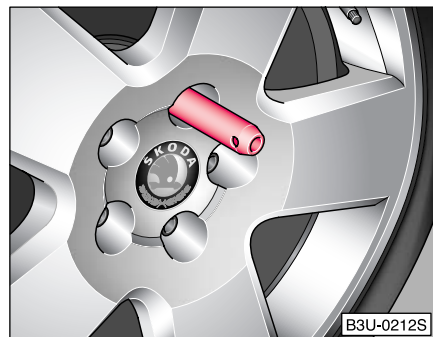

Fig. 178 Schimbarea roții: știftul de montaj
- Înșurubați știftul de montaj (trusa de scule) în gaura liberă ⇒ Fig. 178.